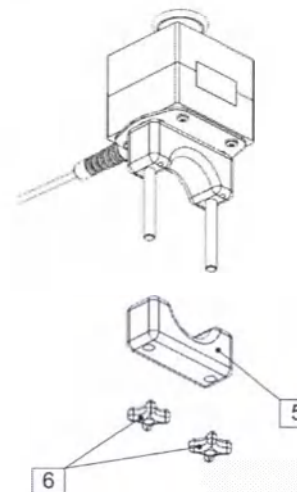

Рисунок 23 – Порядок снятия кронштейна кнопки «Экстренная остановка»
- Снимите нижнюю часть кронштейна для закрепления кнопки «Экстренная остановка», вывернув для этого крестообразные винты для фиксации кронштейна руками (см. рисунок 23, номера позиций соответствуют таблице 15).